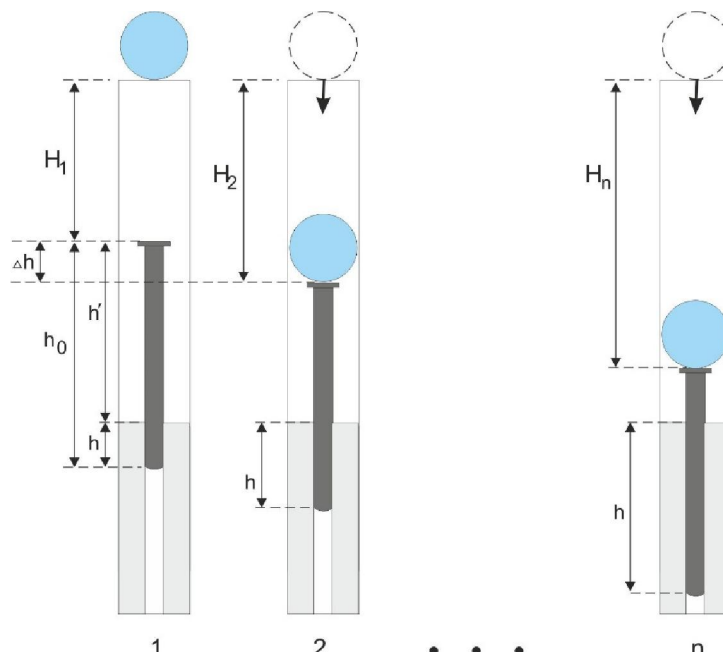

Рисунок 2. Схема выполнения измерений в П. 2.
2.1. Установите тело 2 с отверстием вертикально и закрепите его на штативе аналогично пункту 1.1. (см. Рис. 2)